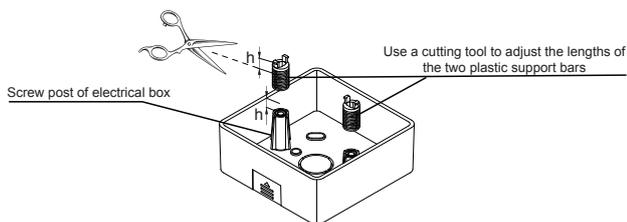

Figura 3.4
**3-3-2** Utilice una herramienta de corte para ajustar la altura de las dos barras de soporte de plástico (accesorio 2) de forma que la longitud estándar de las varillas roscadas de la caja eléctrica coincidan con la superficie de la pared. Asegúrese de que las barras de soporte queden niveladas en la pared cuando se monten las varillas roscadas de la caja eléctrica. (Ver figura 3.4).